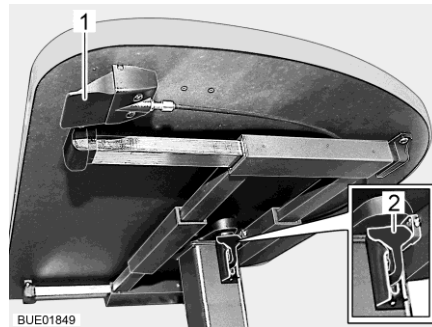

Fig. 81 Table à hauteur réglable avec touche de déverrouillage
- Tirer le levier de verrouillage (Fig. 81,2) vers le bas ou l'enfoncer.
- Pousser le levier de verrouillage (Fig. 81,2) vers le haut.
- Pousser la touche de déverrouillage (Fig. 81,1) et la maintenir poussée. Le plateau de table s'élève alors automatiquement jusqu'à la butée de fin de course.
- Lâcher la touche de déverrouillage (Fig. 81,1). Le plateau de table reste dans la position choisie.
- Pousser la touche de déverrouillage (Fig. 81,1) et la maintenir poussée.
- Lâcher la touche de déverrouillage (Fig. 81,1). Le plateau de table reste alors dans la position la plus basse.